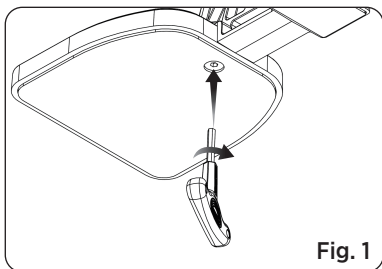

Fig. 1
1. Alignez les vis de fixation anti-chute avec le trou de fixation et utilisez la clé pour fixer solidement la base d'affûtage sur le support principal (Voir Fig. 1).